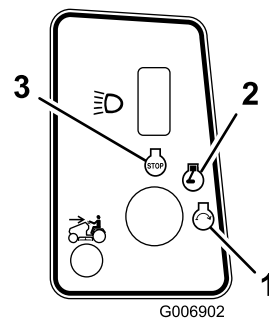

Figura 10
5. Gire la llave de contacto en el sentido de las agujas del reloj y manténgala en posición Arranque (Figura 10). Cuando el motor arranque, suelte la llave.
y retire la llave antes de abandonar el puesto del operador. (Figura 10).